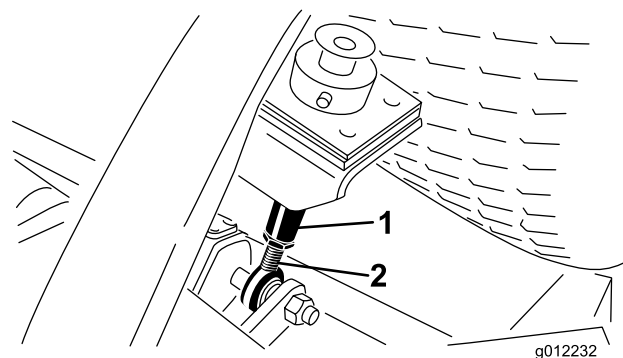

Figura 11
- Afloje las contratueras del extremo inferior de las varillas de ajuste de la altura de corte (Figura 11).